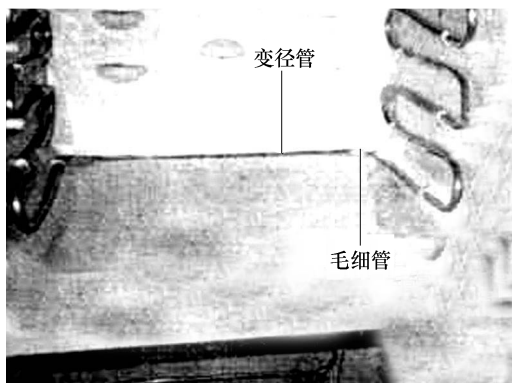

图 3-82 变径管位置
1) 配置新的毛细管，并通过一段变径管（一般为 4mm 铜管）焊接在上蒸发器的进口处，如图 3-82 所示。